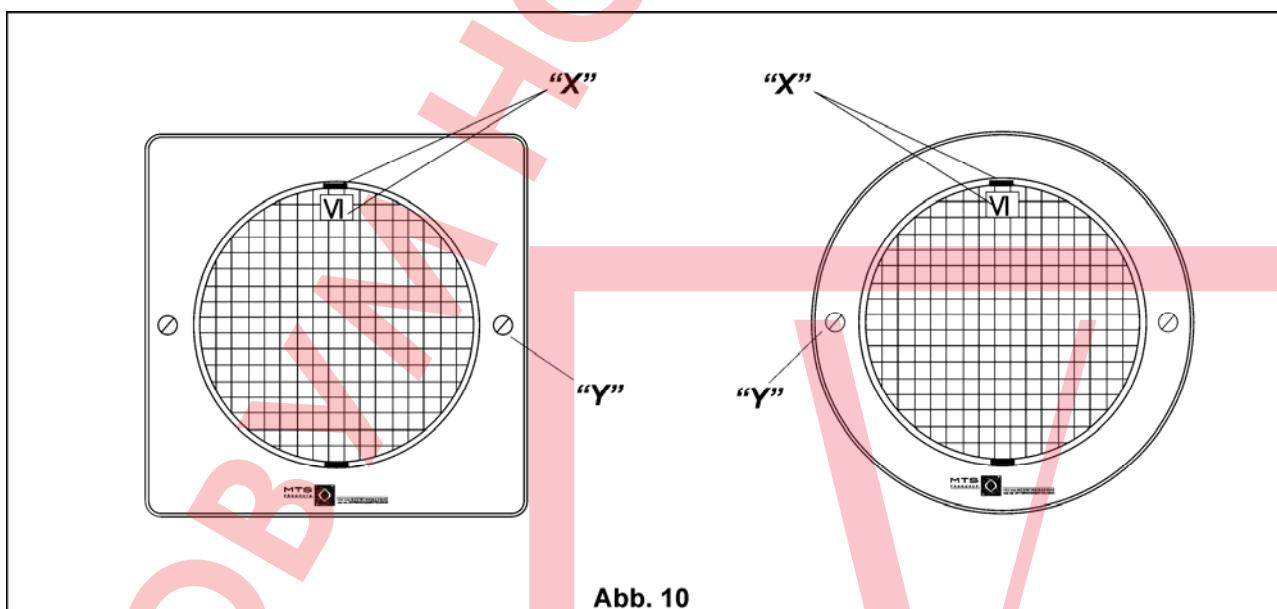

Abb. 10
- Отвёрткой разогните зажим (1)на крышке подсоединения электропроводки(2). Перед вами лампа (4) с двумя электросоединениями (6).
- Следите за правильным расположением лампы в рамке (5). (*Рис. 10*)